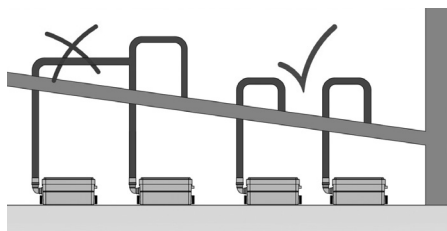

Рисунок 10 – Отдельный вход для каждой напорной трубы
- для напорного трубопровода необходимо предусмотреть отдельный вход в канализационный лежак или стояк. Совмещение его с другими канализационными трубами недопустимо (см. рисунок 10);